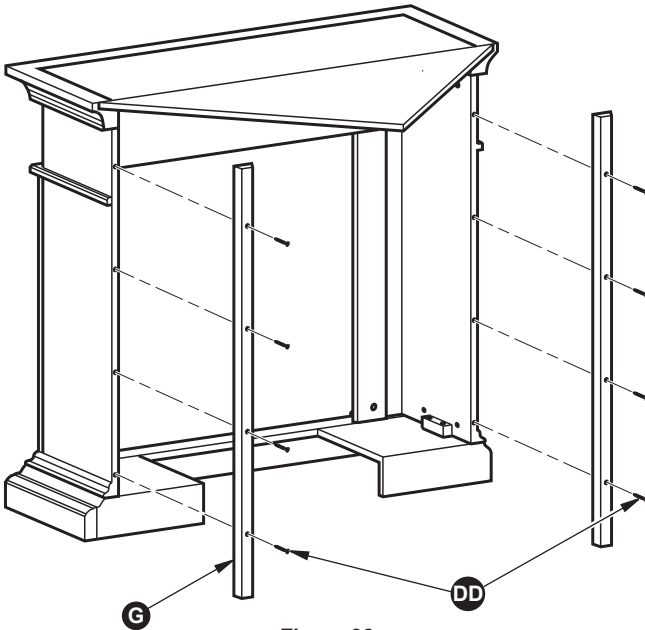

Figura 38
11. Coloque el tablero piezas especiales izquierdo y derecho (G) a la parte posterior de la chimenea con 8) Tornillo ST4 $1 \frac{3}{16}$ " (DD) como se muestra en la Figura 38.